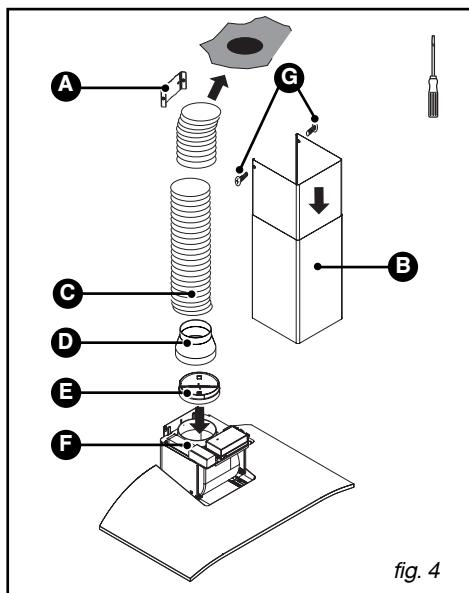

fig. 4
- Schuif het uiteinde van de buis op de motoruitgang (fig.4).
- Bereid de telescopische schouw voor en zorg ervoor dat de luchtspleten niet zichtbaar zijn (fig.4).
- Bevestig het bovenste element van de schouw (B/fig.4) op de metalen schouwsteun (A/fig.4) met de twee schroeven (G/fig.4).